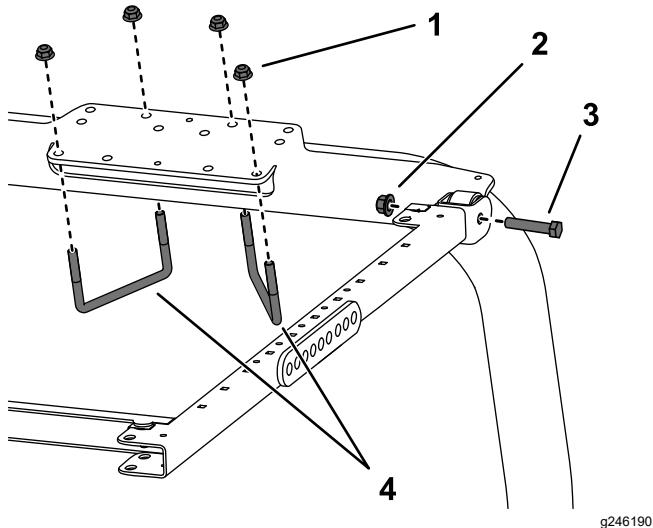

Figura 31
7. Posizionate la staffa di montaggio del ROPS sulla parte superiore del roll bar del trattorino (Figura 31). Assicuratevi che il roll bar sia centrato sulle staffe di montaggio del ROPS.
8. Utilizzando i fori di montaggio illustrati nella Figura 31, montate la staffa di montaggio del ROPS sulla parte superiore del roll bar con 2 bulloni a U ($4\frac{1}{2}$ " x $2\frac{3}{4}$ "") e 4 dadi flangiati.